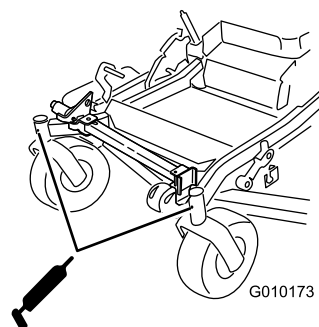

Figure 46
9. Sortez le graisseur Zerk de l'orifice. Remettez le bouchon hexagonal et le capuchon antipoussière en place (Figure 46).